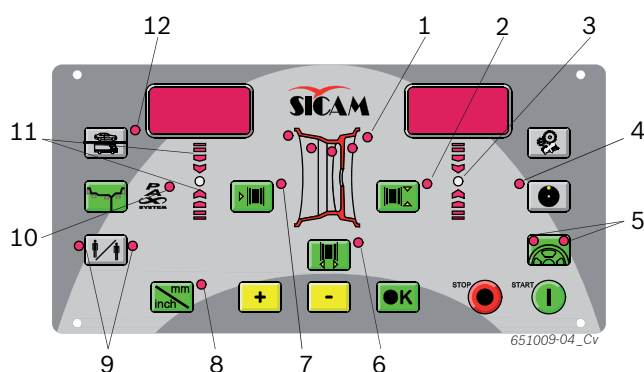

Fig. 4: LED sur le champ de commande/d'affichage
- ➔ Les LED (fig. 4, pos. 1) indiquent les positions des plans d'équilibrage pour chaque programme d'équilibrage.
i En cas de sélection d'un programme d'équilibrage PAX, la LED Pax (fig. 4, pos. 10) s'allume également.
2. Sélectionner la distance de la jante déterminée à l'aide de la touche <-> ou <+> pour la distance de la jante (fig. 4, pos. 7).
4. Sélectionner la largeur de jante déterminée à l'aide de la touche <-> ou <+> (fig. 4, pos. 6).
6. Sélectionner le diamètre de la jante à l'aide de la touche <-> ou <+> pour le diamètre de la jante (fig. 4, pos. 2).
- ⇒ Les deux LED de la touche <SPLIT> (fig. 4, pos. 5) s'allument.
- ⇒ Dès que la position de fixation de la masselotte d'équilibrage est atteinte, la LED s'allume (fig. 4, pos. 3). Un signal sonore confirme la position correcte (derrière un rayon).